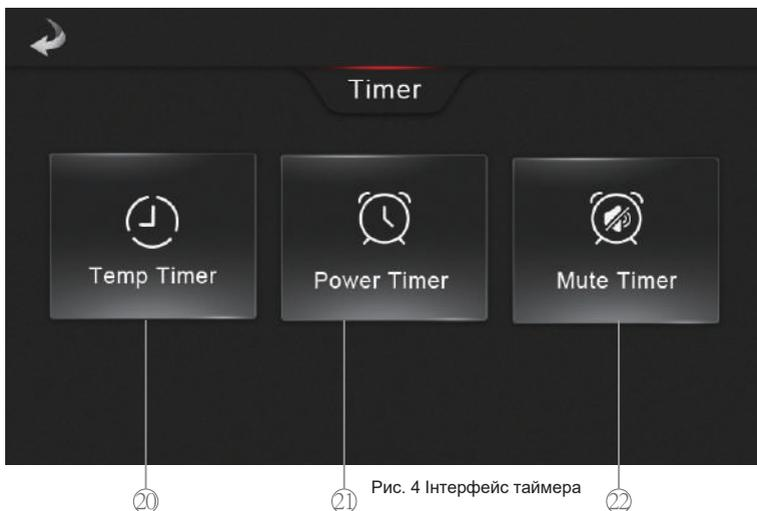

Рис. 4 Інтерфейс таймера
Щоб увімкнути функцію таймера вимкнення звуку, спочатку натисніть кнопку таймера (5) у головному інтерфейсі, потім натисніть кнопку таймера вимкнення звуку (22) (рис. 4). Це переведе вас до інтерфейсу таймера вимкнення звуку, увімкніть таймер початку та завершення, і, нарешті, натисніть кнопку увімкнення/вимкнення, щоб увімкнути або вимкнути налаштування. Коли функція таймера вимкнення звуку увімкнена, на головному інтерфейсі відображається «».